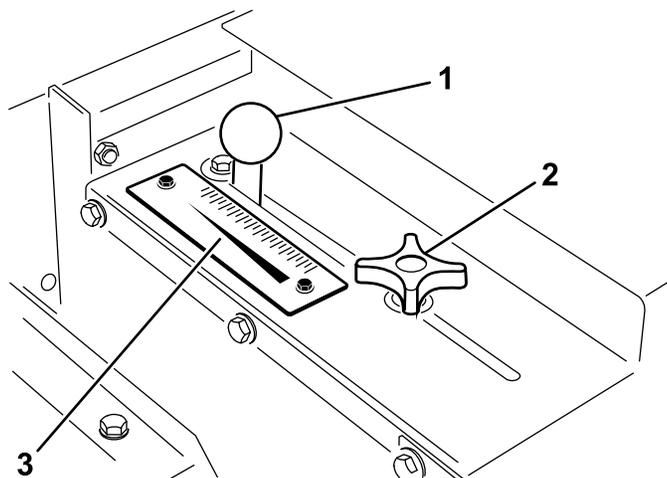

Рисунок 19
1. Ослабьте фиксирующую ручку (Рисунок 19) настолько, чтобы ее можно было свободно перемещать в пазу.
2. Установите ручку затвора (Рисунок 19) в необходимое положение и затяните фиксирующую ручку, чтобы зафиксировать регулировку.
Для определения требуемой интенсивности подачи используйте шкалу расхода (Рисунок 19). См. Скорость пескования \(страница 20\).